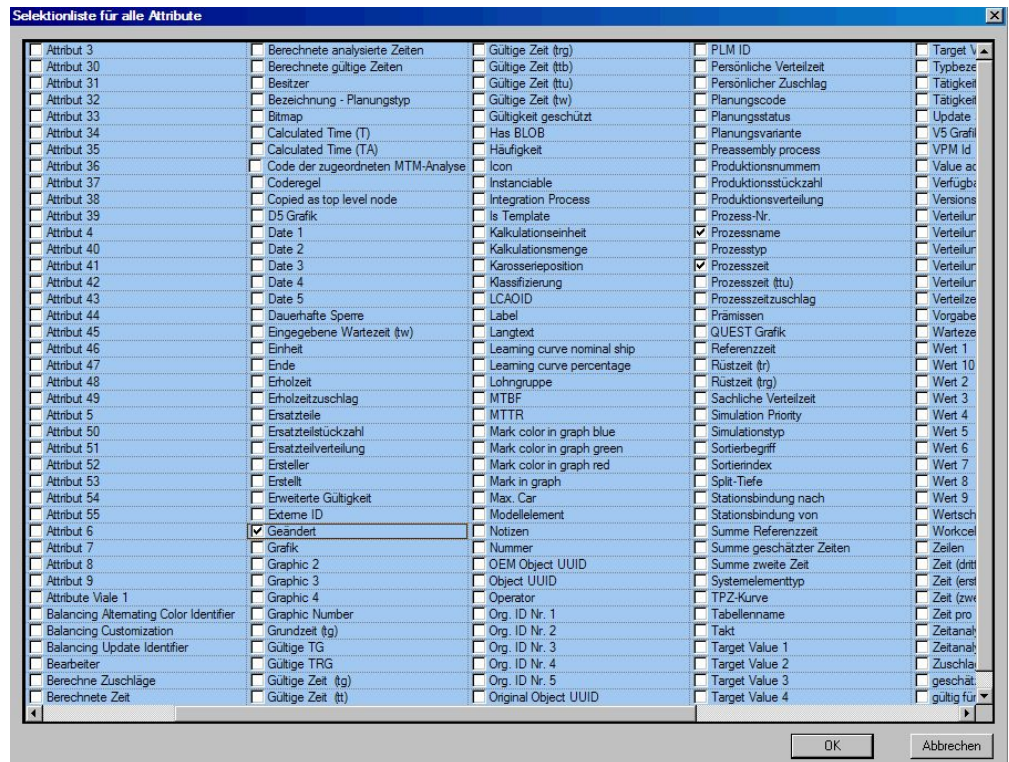

Abbildung 173: Fenster mit allen Attributen des Planungstypen
- Wählen Sie *Zeige Selektionsliste für alle Attribute...*, erhalten Sie alle existierenden Attribute des Planungstypen in einem Fenster angezeigt. Wählen Sie ein Attribut aus, wird es für das Profil eingeblendet. Siehe auch Abbildung 173.